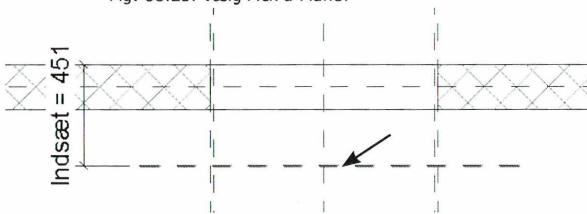

Fig. 08.26. Klik på det Reference Plane vi tegnede til at starte med.
- Klik på den *Reference Plane* vi startede med at tegne (Fig. 08.26).